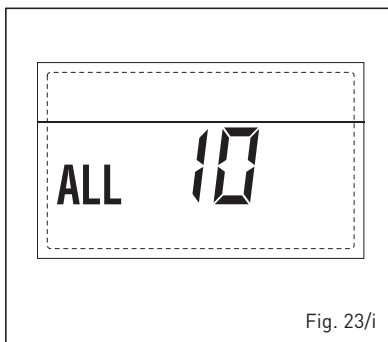

Fig. 23/i
**- INTERVENCIÓN SONDA HUMOS "AL 13" (fig. 23/l)**